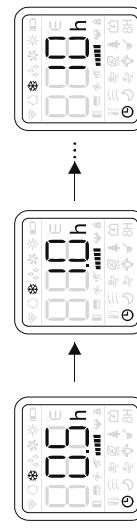

Рисунок 2
- Кнопками и установите необходимое время через которое кондиционер отключится (см. рисунок 2).
- Кнопками и установите необходимое время через которое кондиционер включится (см. рисунок 2).